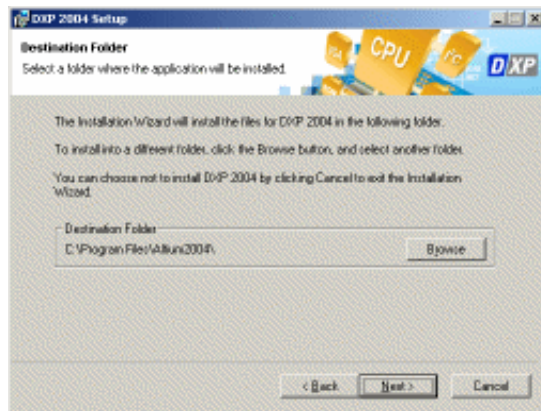
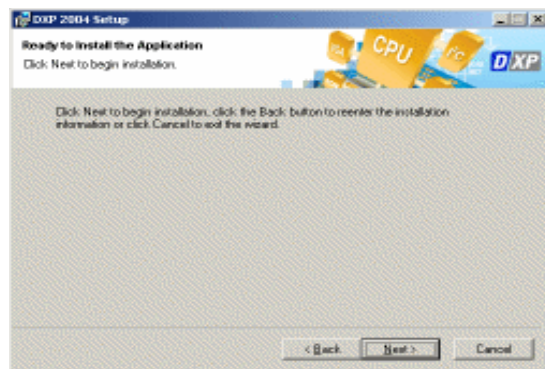
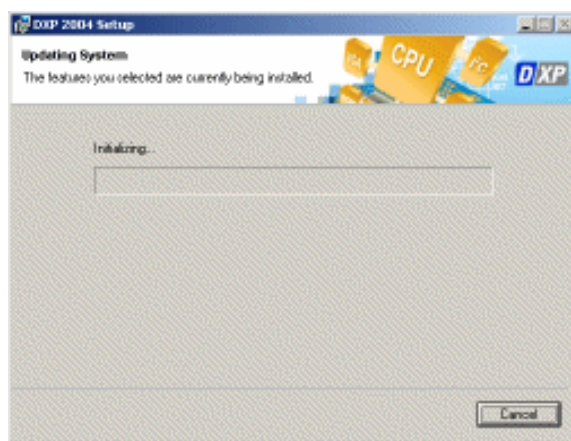

图 1.4 安装路径选择窗口
图 1.6 准备安装窗口
图 1.7 文件复制窗口
(4) 在用户信息输入窗口中的“ Full Name ”编辑框内输入用户名称，在“ Organization ”编辑框内输入单位名称。在使用权限选项中，若选择使用权限的范围“ Anyone who uses this computer ”单选项 则表示这台计算机上的所有用户都能使用Protel DXP 2004 若选择 nly for me ”单选项，则表示只有当前安装 Protel DXP 2004 的用户才能使用 Protel DXP 2004 软件。选择“ Anyone who uses this computer ”，单击“ Next ”按钮，打开如图 1.4 所示的安装路径选择窗口。
(6) 在安装路径选择对话框中选择安装路径，单击“OK”按钮，确定安装路径，再单击如图 1.4 所示的安装路径，选择窗口中的“Next”按钮，打开如图 1.6 所示的准备安装窗口。
(7) 确定以上安装信息设定无误后，单击如图 1.6 所示的准备安装窗口中的“Next”按钮，打开如图 1.7 所示的文件复制窗口。